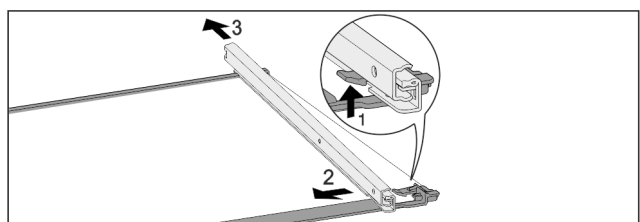

Fig. 120 Glassplate med skinner
- ▶ Trykk den fremre festespaken oppover. Fig. 120 (1)
- ▶ Skyv uttrekksskinen til side Fig. 120 (2) og skyv bakover Fig. 120 (3) og bort.